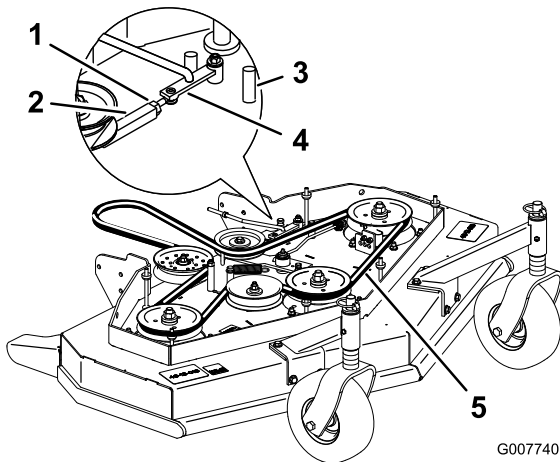

Bild 43
3. Lösen Sie die Sicherungsmutter an der Spannschraube (Bild 43).
4. Drehen Sie die Spannschraube zum Heck des Mähwerks, um die Riemen Spannung zu erhöhen. Drehen Sie die Spannschraube zur Vorderseite des Mähwerks, um die Riemen Spannung zu verringern (Bild 43).